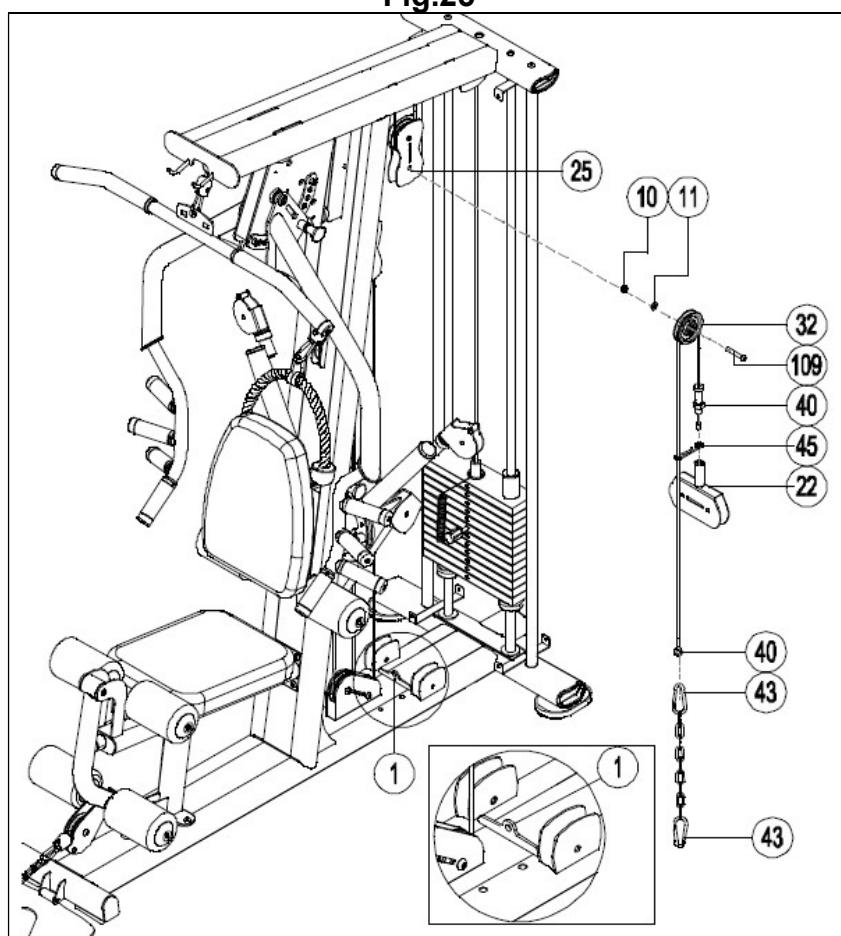

Fig.26
26.- Pase el extremo del cable (38) por la tapa (41) y el eje (42) y fíjelo con el tornillo de la tapa (41), Fig.26.
Coloque las poleas (m) y (n) en los soportes (22), Fig.26.
Coloque las poleas (k) y (p) en la estructura trasera (21), solo necesita el tornillo (109) para montarlas, Fig.26.
Coloque las poleas (l) y (o) en la estructura (1), Fig.26.
Al terminar de pasar el cable (38) por la última polea pase el terminal por la tapa (41) y el eje (42) y fíjelo con el tornillo de la tapa (41), Fig.26.